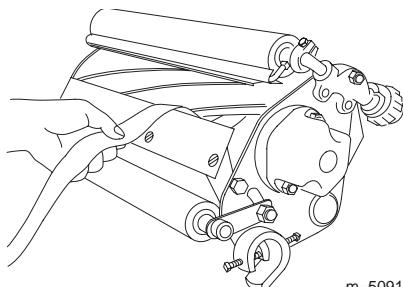

Figure 4
- Vérifiez ensuite si le cylindre peut saisir un morceau de papier inséré par l'avant et le couper lorsqu'il est inséré à angle droit (Fig. 4). Normalement, le papier doit être coupé avec un minimum de contact entre la contre-lame et les lames du cylindre. Si le cylindre frotte de plus de 1 Nm, rôdez ou affûtez le plateau de coupe pour obtenir les tranchants nécessaires à une coupe de précision (voir le Manuel d'affûtage des tondeuses rotatives et à cylindres, Form No. 80-300PT).